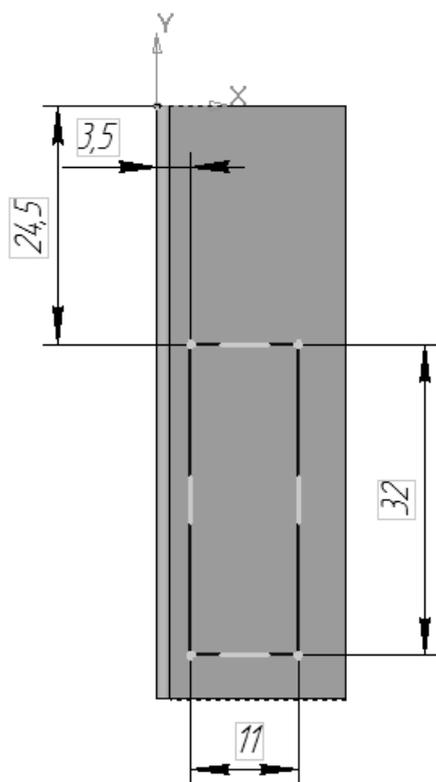

Рис. 10.23. Эскиз выреза **Прямоугольное** (задано по умолчанию);
14. На выделенной грани постройте эскиз, изображённый на рис. 10.23.